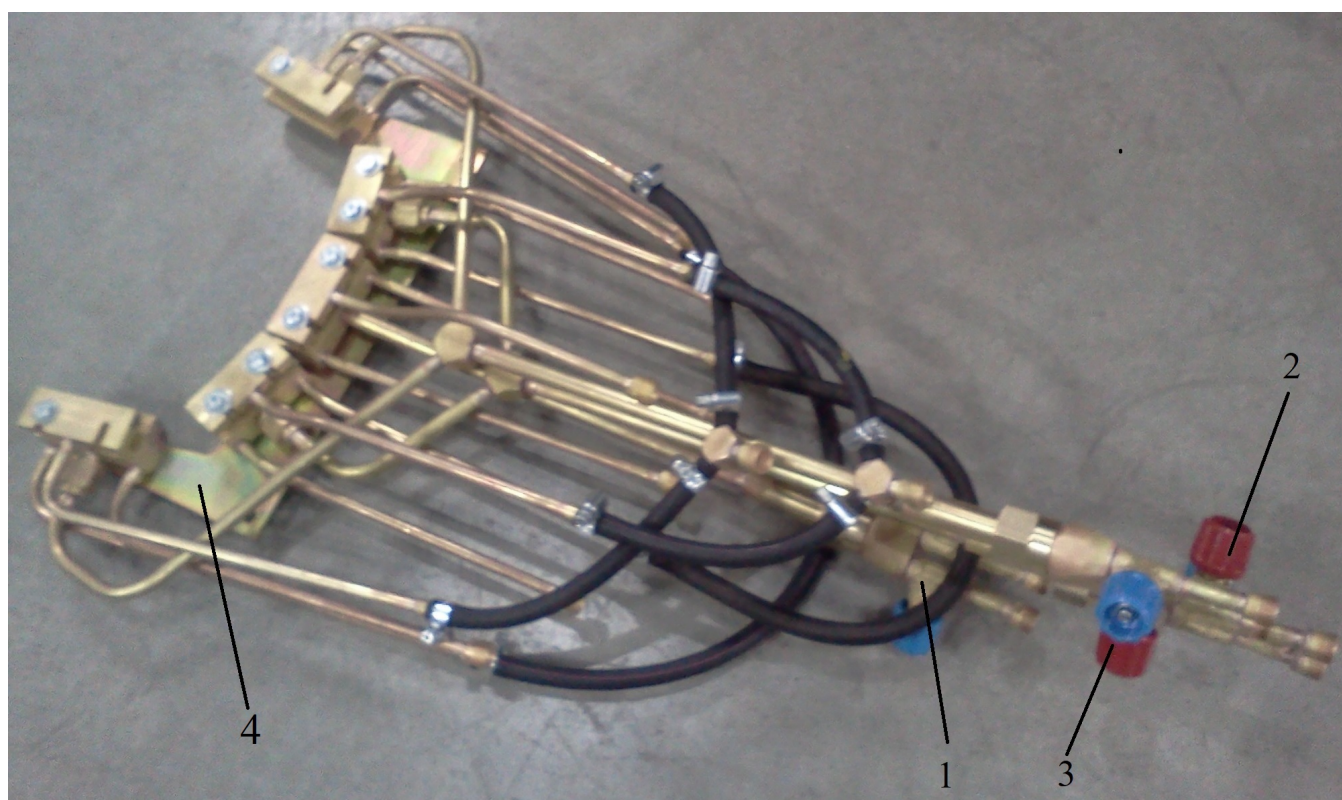

Рис.1 Горелка ГП-3з Профиль ДЖЕТ 673
4.1 Горелка газокислородная для закалки ГП-3з ДЖЕТ 673 (Рис.1) собрана из горелок газокислородных ГП-2з Т75 1, ГП-3з Угол 150 2, ГП-3з Угол 20 3 на едином кронштейне 4.